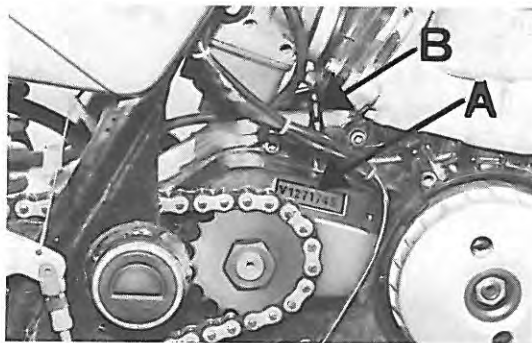

Fig. 2
I numeri di omologazione del telaio sono impressi sul canotto di sterzo (**Fig. 1**) e quelli del motore sull'apposito spazio ricavato sul semicaratter destro (**Fig. 2 pos. A**)
- togliere il tappo di carico olio posto sul carter destro (**Fig. 2 POS. B**);